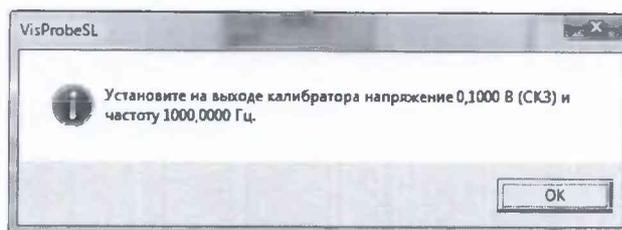

Рисунок 7.2.15
**ПРИМЕЧАНИЕ:** Здесь и далее при переходе от одного устанавливаемого на внешнем приборе значения величины к другому в соответствии с таблицами появляется окно контроля выполнения операции (рисунок 7.2.15). Необходимо проверить правильность установки запрашиваемых параметров и нажать кнопку «ОК».